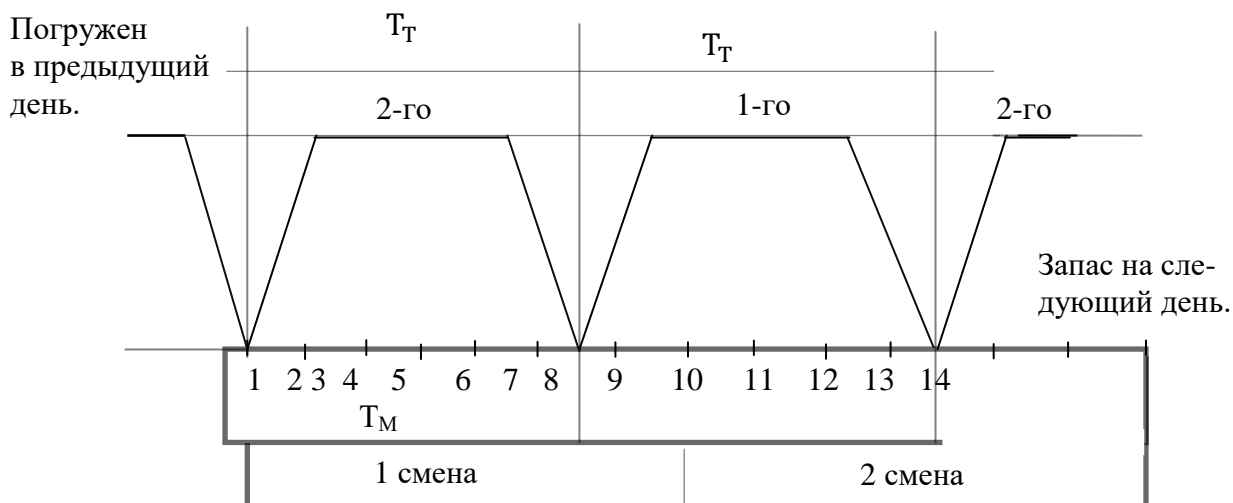

Рисунок 21 – Увязка монтажного и транспортного процессов
3. Увязка монтажного и транспортного процессов показана на графике (рис. 21).